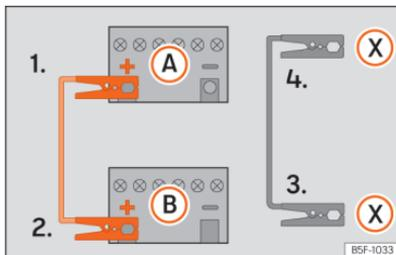

Abb. 211 Anschlussschema für Fahrzeuge mit Start-Stopp-System.
Starthilfekabel nur in folgender Reihenfolge an-klemmen **1 > 2 > 3 > 4** »» (Abb. 211).
Fahrzeuge mit Start-Stopp-System: Klemmen Sie ein Ende des schwarzen Starthilfekabels (X) an einen geeigneten Masseanschluss, ein massives, fest mit dem Motorblock verschraubtes Metallteil oder an den Motorblock selbst »» (Abb. 211).
5. Klemmen Sie das andere Ende des schwarzen Starthilfekabels (X) im Fahrzeug mit der entladenen Batterie an ein mit dem Motorblock verschraubtes, massives Metallteil oder an den Motorblock selbst, aber so weit wie möglich von der Batterie A entfernt an.